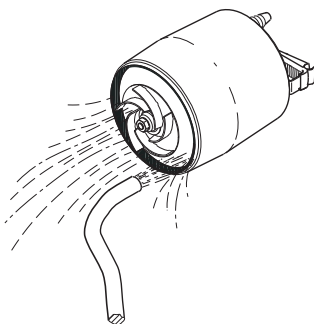

Fig. 13 Sådan skylles løberen
6. Rengør løberen. Se fig. 13.